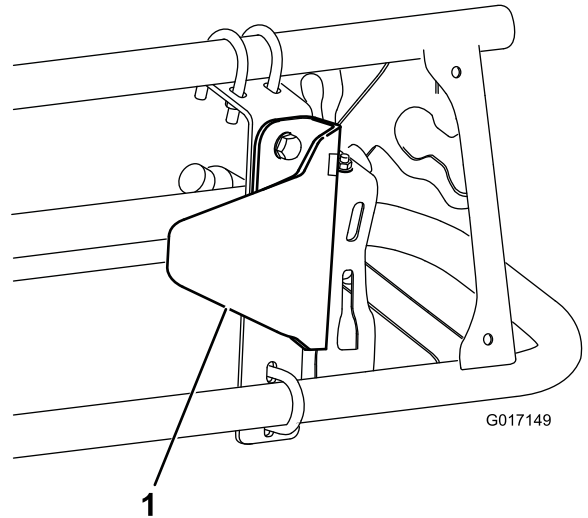

Figure 17
2. Posez le support de protection de capteur sur le support de fixation avec 2 boulons (5/16" x 3/4") et 2 écrous à embase (5/16"), comme montré à la Figure 17.